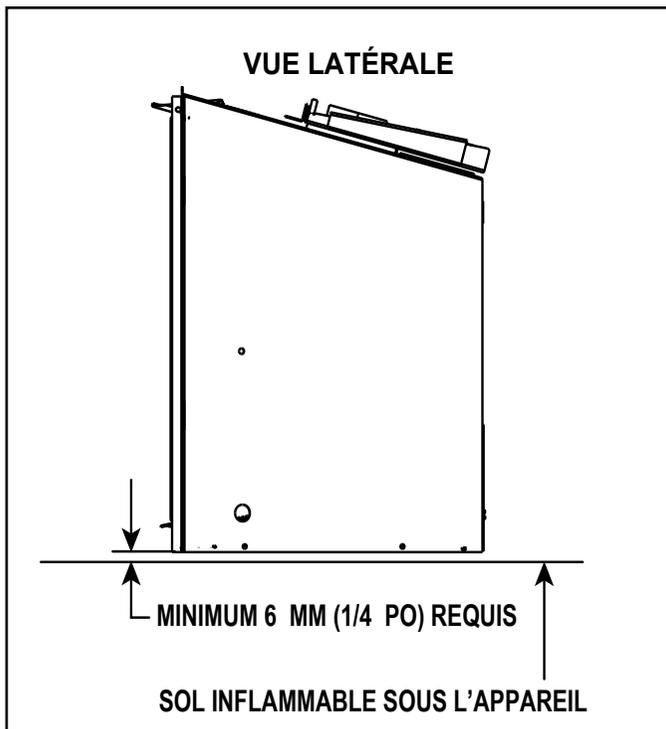

Figure 8.7 Dégagement par rapport au sol pour combustible solide
- Un espace minimal de 6,35 mm (1/4 po) entre le bas de l'appareil et le sol métallique de la boîte à feu pour combustible solide est **EXIGÉ**. Se référer à la vue latérale à la Figure 8.7.
- Un plancher inflammable sous l'appareil est acceptable avec un espace de 6,35 mm (1/4 po). Voir figure 8.7.